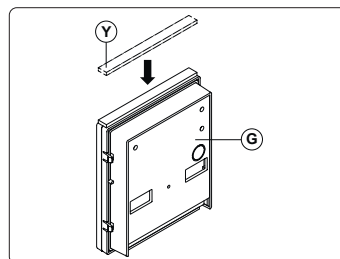

Fig. 8
Applicare la guarnizione adesiva (Y) come mostrato in **Fig. 8**.